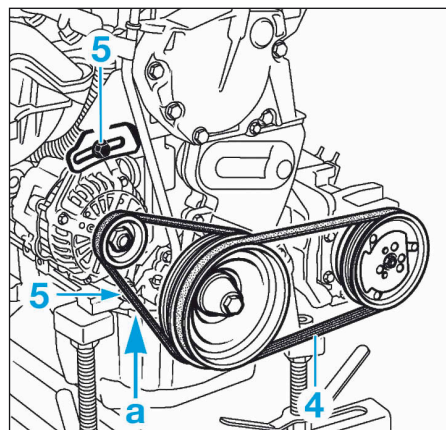

FIG.4
- A l'aide d'une pince coupante, couper la courroie (4) du compresseur de climatisation (Fig.4).
- Desserrer les vis (5) de l'alternateur.